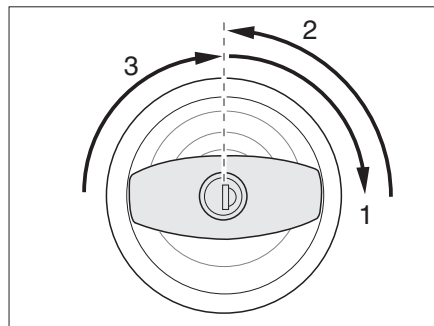

Fig. 19 Serrure de la porte cellule, à l'extérieur, ouvrir
- Insérer la clé dans le barillet et la tourner dans le sens des aiguilles d'une montre (Fig. 19,1) jusqu'à ce que la serrure de la porte soit déverrouillée.
- Ramener (Fig. 19,2) la clé sur la position intermédiaire et la retirer.
- Tourner la poignée de la porte dans le sens des aiguilles d'une montre (Fig. 19,3), jusqu'à ce que la serrure de la porte soit déverrouillée.